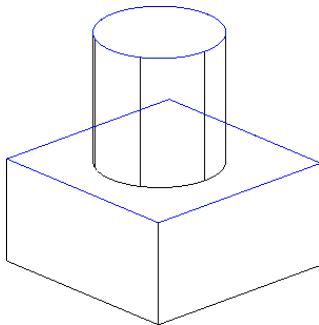
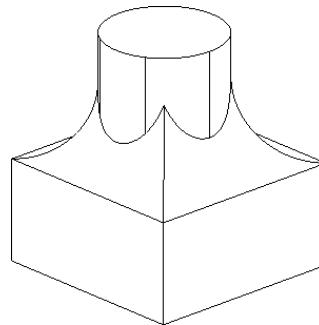

图 7-58 选取控制线
图 7-59 面与面倒圆角
- 06 设置完面与面倒圆角参数后，单击对话框中的“确定”按钮，根据系统提示“选取控制线”，选择如图 7-58 所示的立方体和圆柱体上表面的边界线作为控制线，并按回车键，结果如图 7-59 所示。